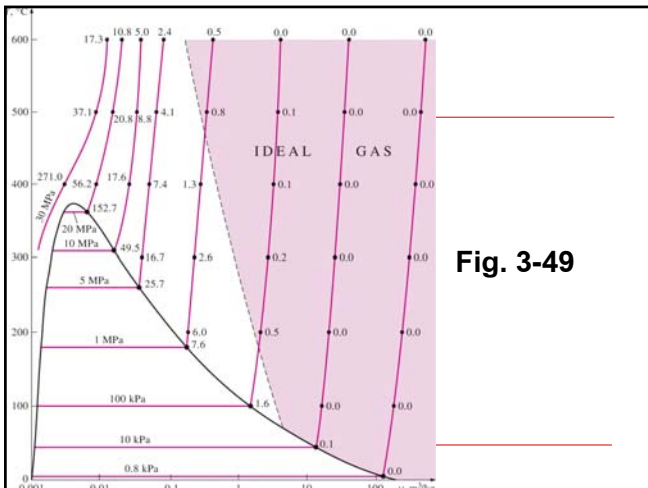

Fig. 3-49
- ▶ จาก Fig 3-49 จะพบว่าช่วงของสารที่ใกล้สถานะอิมิต์และจุดวิกฤต จะแสดงพฤติกรรมห่างออกจาก แก๊สในอุดมคติ